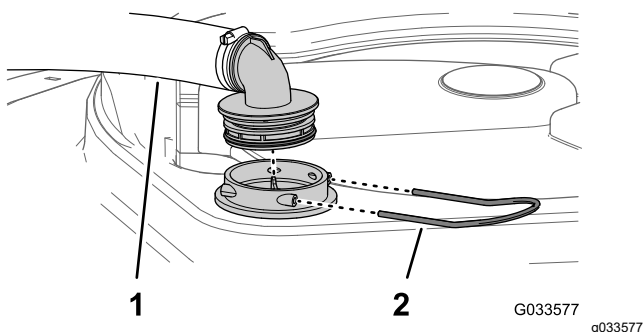

Figure 49
2. Au sommet de la cuve du pulvérisateur, retirez l'étrier qui fixe le raccord de flexible sur le grand flexible et le logement du filtre (Figure 49).
3. Retirez le flexible et le raccord du logement du filtre (Figure 49).